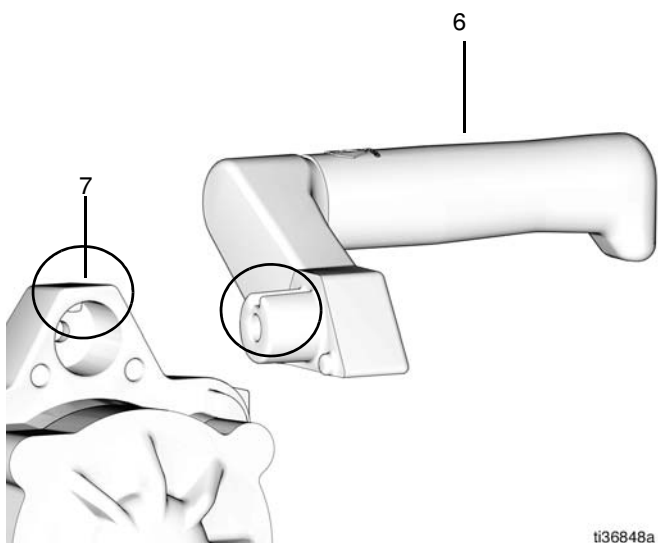

FIG. 12
12. Alinee la ranura del asa con la chaveta del agujero situada en la parte trasera de la bomba (7) y, luego, acople el asa (6) en el agujero y la chaveta (FIG. 12).